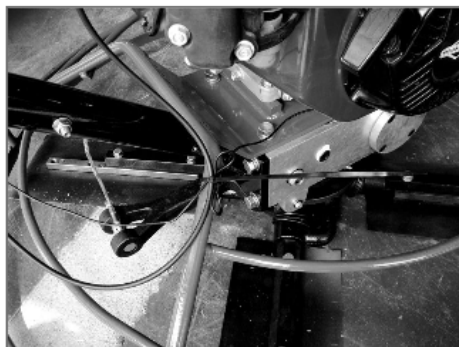

Рис. 16
•Закрепите провод аварийной остановки и трос дроссельной заслонки в нужном положении пластиковой стяжкой (рис. 16).